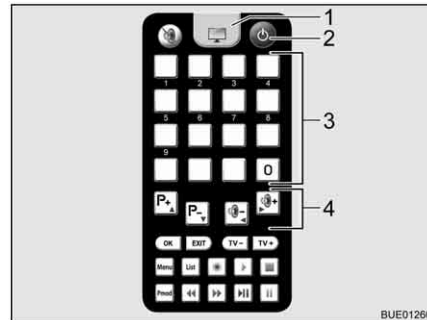

Fig. 35 Télécommande téléviseur
- Appuyer sur la touche "☉" (Fig. 35,2) sur la télécommande du téléviseur. L'antenne passe dans le mode de recherche. Une tonalité continue retentit.
- Appuyer sur la touche de la télécommande du téléviseur (Fig. 35,1) pour passer sur réception sur le téléviseur. La tonalité disparaît. Une image apparaît à l'écran.
- Choisir la station désirée au moyen des touches de mémoire (Fig. 35,3) de la télécommande du téléviseur ou des touches de fonction (Fig. 35,4).